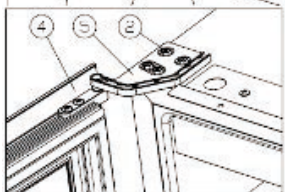

Figure 6
- Tournez la porte ④ à 180 degrés, et insérez la charnière inférieure droite ⑤, vissez les vis M5*16 ②. [Figure 6] Le retournement de la porte est terminé.